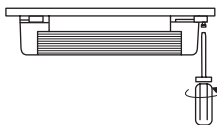
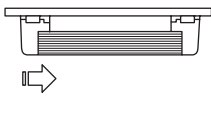

Рисунок 5
Рисунок 6
- зафиксируйте саморезом второй элемент крепления на монтажной поверхности с другой стороны светильника (рисунок 5), надвиньте паз на второй элемент крепления, пока оба элемента крепления не окажутся по центру пазов светильника (рисунок 6). Установка светильника с боковыми элементами крепления показана на рисунке 7;